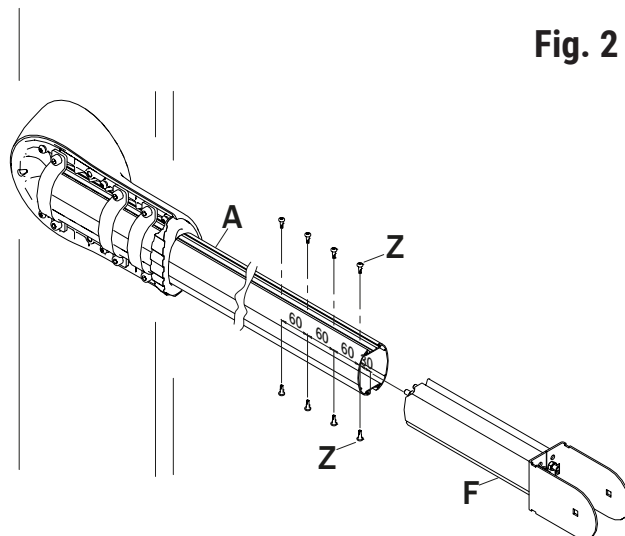

Fig. 2
1. Fissare il profilo "A" al supporto asta (Fig. 2).
1. Fasten section "A" to the beam support (Fig. 2).
1. Das Stück "A" auf der Stangenhalterung befestigen (Abb. 2).
1. Fixer l'axe "A" au support de la tige (Fig. 2).
1. Fije la sección "A" al soporte de la barra (Fig. 2).
1. Fixar o tronco "A" ao suporte da haste (Fig. 2).